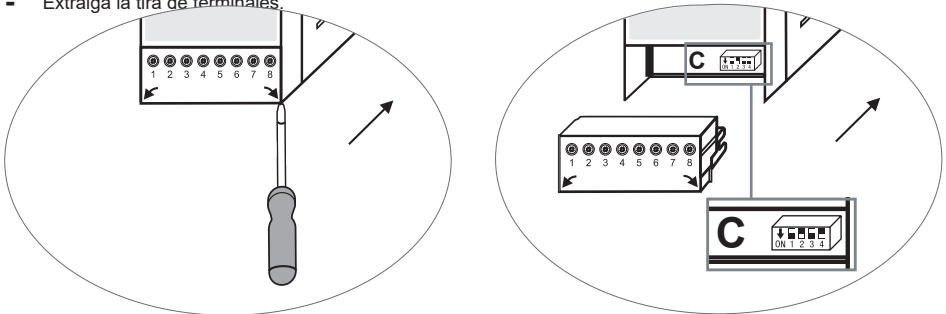

Fig. 5
- Retire la tira de terminales inferior (Fig. 5).